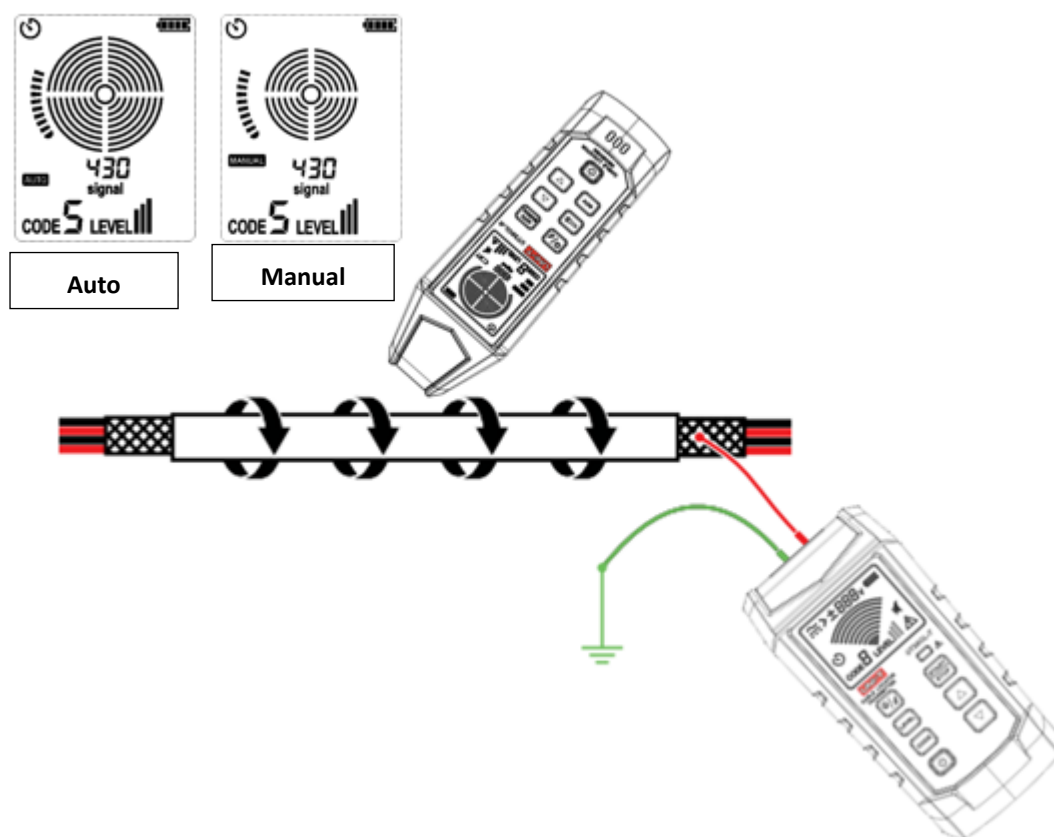

Figura 8.5.2a Seguimiento de cables blindados (con su extremo más alejado desconectado de la conexión a tierra)
5. Consulte la Figura 8.5.2a para la aplicación específica.